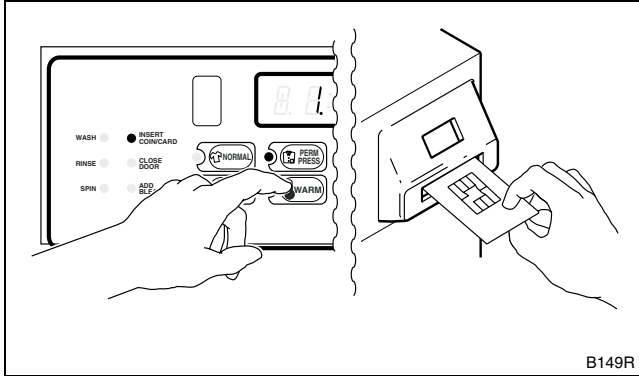

Figura 13
7. **Para máquinas equipadas con un lector de tarjetas:** Insertar la tarjeta en lector y seguir las instrucciones. Consulte la *Figura 13*. **NO RETIRE LA TARJETA HASTA QUE LA PANTALLA DEL LECTOR DE TARJETAS INDIQUE “Remove Card” (Retirar tarjeta).**